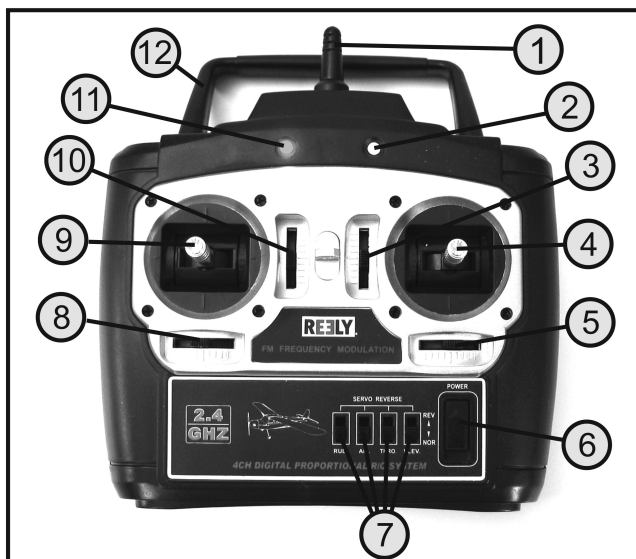

Figure 2
Cependant, indépendamment de cela, vous devez vous assurer avant chaque mise en activité de l'émetteur que le levier de commande pour la fonction moteur (voir figure 2, pos. 9) se trouve dans la position « moteur éteint ». De plus, le levier de commande doit être poussé complètement vers le bas dans la position la plus basse.
Lorsque les batteries sont chargées ou de nouvelles batteries insérées, allumez l'émetteur à des fins de test à l'aide de l'interrupteur de fonction (voir figure 2, pos. 6). Les diodes lumineuses rouge et verte (voir figure 2, pos. 2 et 11) s'allument et vous signalent ainsi l'alimentation électrique suffisante de l'émetteur.
Si l'alimentation électrique n'est pas suffisante pour un fonctionnement irréprochable de l'émetteur (inférieur à 8,3 V), alors la diode lumineuse rouge commence à clignoter (voir figure 2, pos. 11). Dans ce cas vous devez régler le fonctionnement de votre modèle le plus rapidement possible.
- Placez les interrupteurs coulissants de compensation pour les gouvernes de profondeur et de direction (voir figure 2, pos. 3 et 5) en position médiane et vérifiez la position des volets sur l'empennage.
- Si la gouverne de profondeur réagit exactement à l'inverse de la fonctionnalité décrite précédemment, alors vous pouvez permuter le sens de rotation du servo de la gouverne de profondeur à l'aide de l'interrupteur inverseur (voir figure 2, pos. 7). Il y a un interrupteur séparé pour chaque canal de commande. Le sens de rotation de la gouverne de profondeur est permuté avec le 2e interrupteur de gauche (CH2).